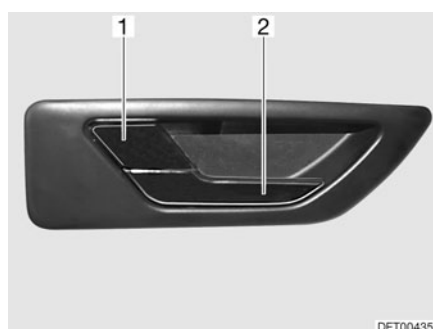

Fig. 29 Serrure du portillon arrière, intérieur
- Tirer sur la poignée (Fig. 29,2). La serrure du portillon est déverrouillée. Le levier de sécurité (Fig. 29,1) ressort automatiquement.
- Appuyer sur le levier de sécurité (Fig. 29,1).